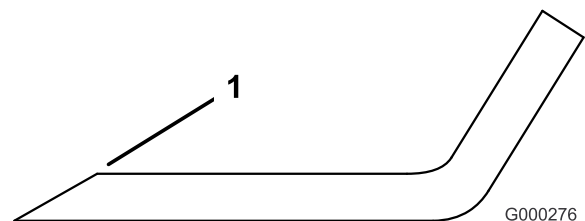

Figure 80
- Au moyen d'une lime, aiguissez les tranchants à chaque bout de la lame (Figure 80).